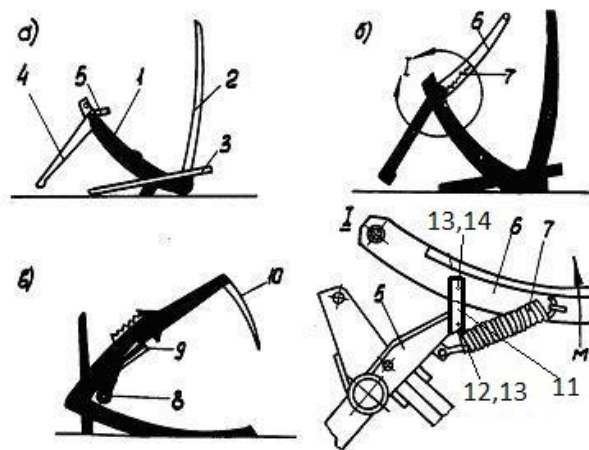

Рис. 3 Порядок сборки грабельной решетки:
- 5) повернуть грабельную решетку за боковые пальцы в положение, показанное на рис. 3, в, и установить сталкивающую трубу 8 в кронштейны сталкивающих рычагов, расположив ее симметрично относительно трубы грабельной решетки.
- б) установить гидроцилиндр 9 (рис. 3в) с ходом 400 мм на грабельную решетку.